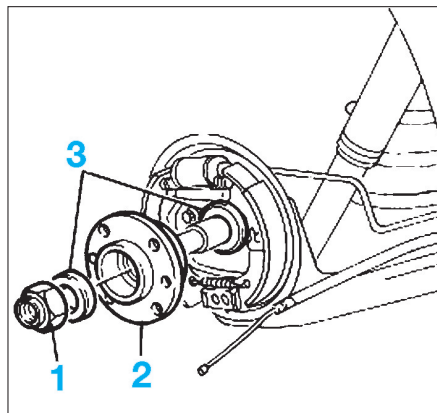

FIG. 35
- Desserrer l'écrou (1) du moyeu (2) (Fig.35).
- Déposer le moyeu avec les 2 entretoises (3).